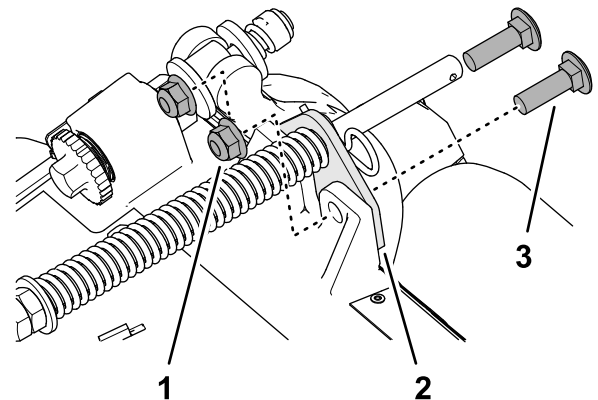

図 17
- ターフ補正器用ブラケットをカッティングユニットのフレームに固定しているフランジロックナット $\frac{3}{8}$ "2個、キャリッジボルト $\frac{3}{8}$ x 1- $\frac{1}{4}$ "2本を外す 図 17。